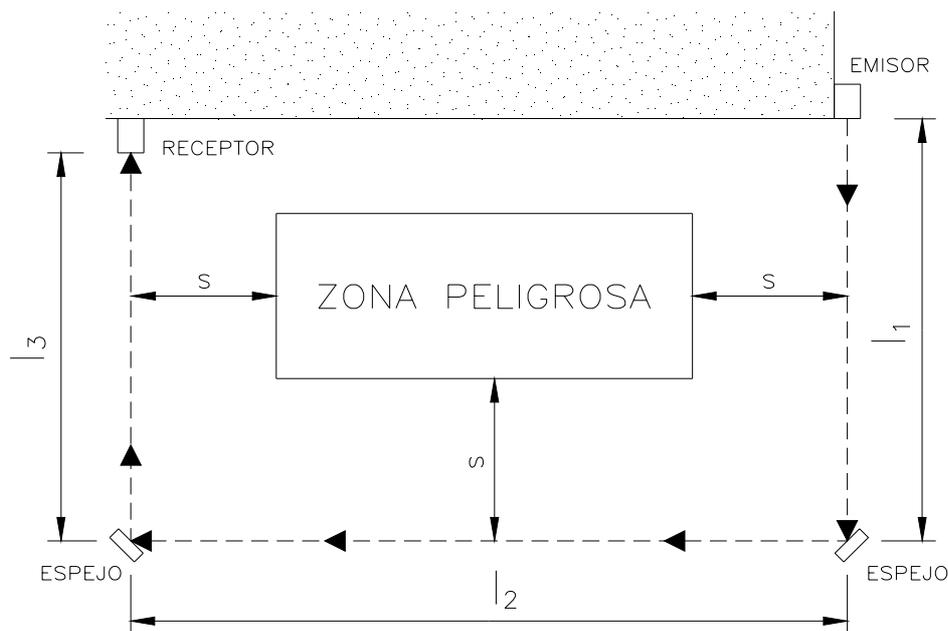

Figura 24
- Posicionar los espejos de modo que la mínima distancia de seguridad S (Figura 24) sea respetada en cada uno de los lados de acceso a la zona peligrosa.